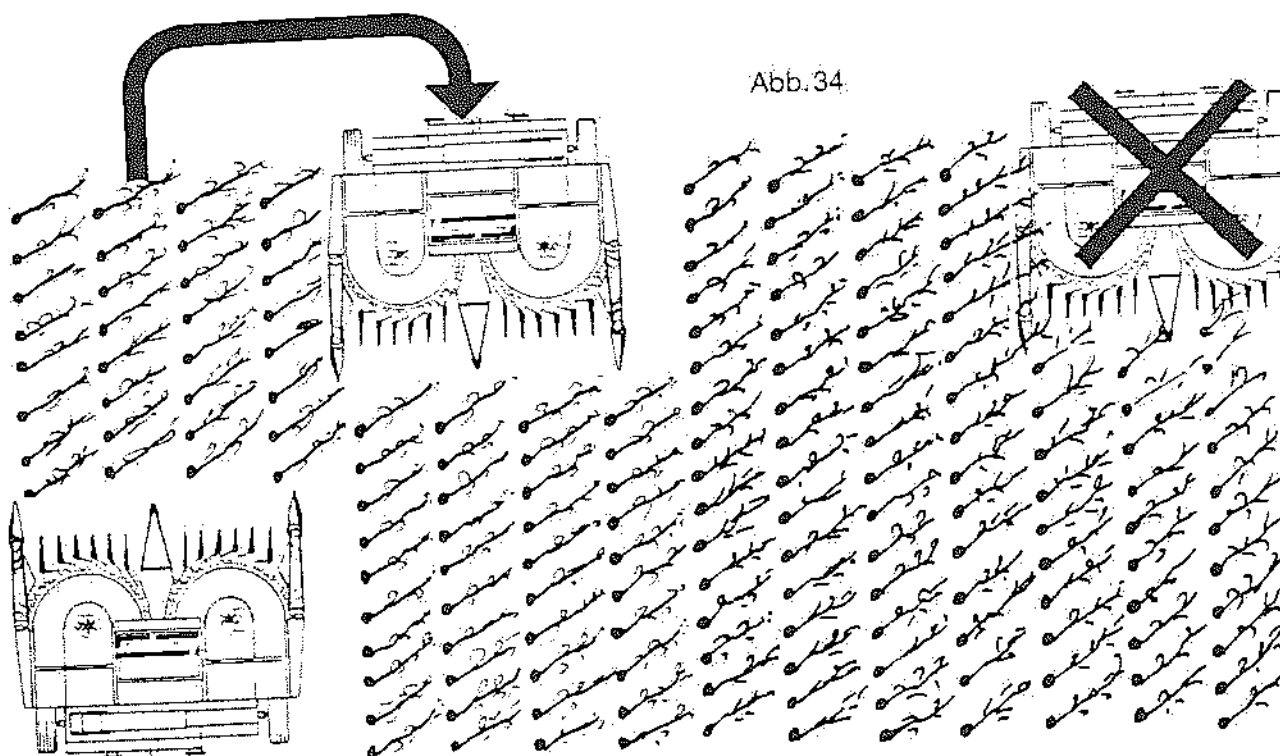

Abb. 34
5. In den meisten Fällen ist es am Besten, den Bestand quer zur Lagerichtung anzufahren, siehe Abb. 34.